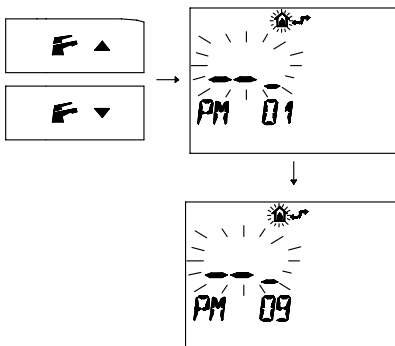

Figura 9.14
- Premere i pulsanti **F** ▼ o **F** ▲ per visualizzare la programmazione "PM 09" modo spazzacamino (Figura 9.14)